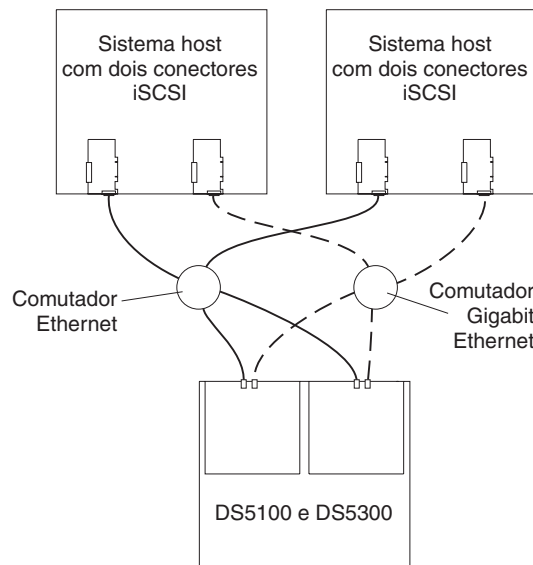

Figura 84. Exemplo de uma configuração de múltiplos hosts com múltiplas portas
- Configuração de múltiplos hosts com múltiplas portas, como mostrada na Figura 84 na página 126
A Figura 84 na página 126 mostra uma configuração de múltiplos hosts com múltiplas portas. Para configurações de cluster, a ilustração a seguir é um exemplo de uma configuração de múltiplos hosts com múltiplas portas e caminho e controlador redundantes. Você pode substituir os dois comutadores Gigabit Ethernet na ilustração por um comutador Gigabit Ethernet que possua a quantidade de portas necessárias. A VLAN (Virtual Local Area Network) também pode ser